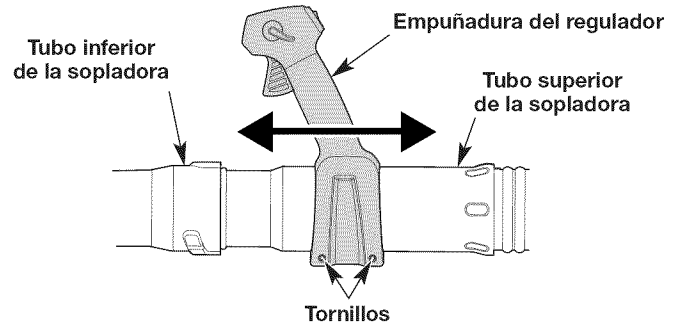

Fig. 6
1. Mueva la empuñadura del regulador a un lugar en el tubo superior de la sopladora que le sea cómodo a usted (Fig. 6).
2. Utilizando un destornillador Torx® T-20, apriete los dos tornillos situados en la empuñadura del regulador hasta que esté segura (Fig. 6).